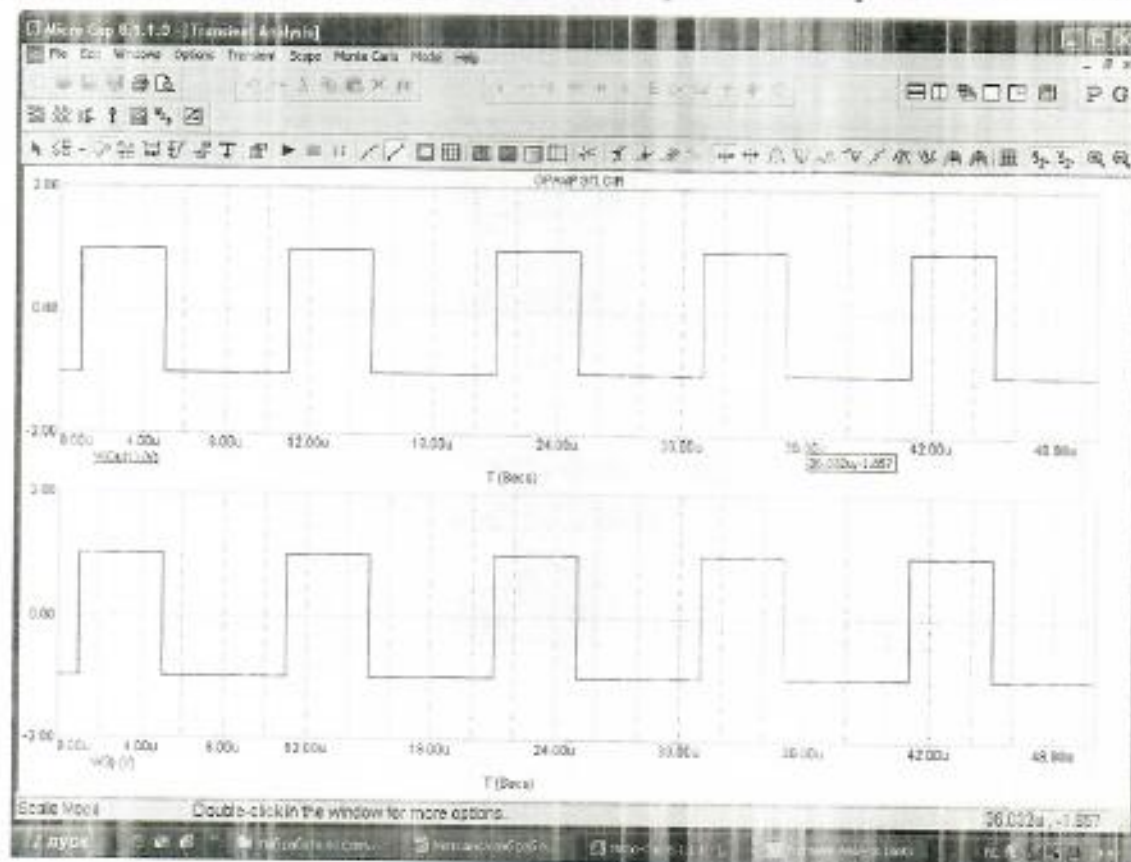

Рис. 6.10. Формы напряжений на входе и выходе эмиттерного повторителя на основе ОУ
22. Нажать кнопку Run (Пуск), на экране появятся два графика (Рис. 6.10): зависимость входного напряжения и выходного напряжения от времени.. По горизонтальной оси- время в микросекундах, а по вертикальной оси- напряжение в вольтах.